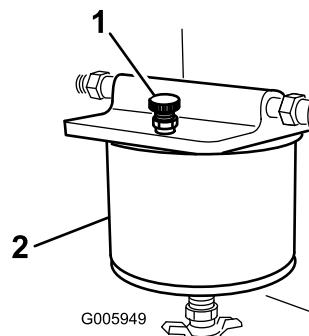

Figure 34
5. Ouvrez la vis de purge en haut du filtre pour permettre au carburant de s'écouler dans la cuvette (Figure 34).